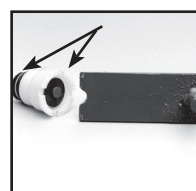

Figura 6
7. Una vez que retire el ensamble de la válvula, las placas de la válvula y los anillos tóricos se pueden volver a colocar. La placa de la válvula de la base se asegura con un perno de retención rojo. Empuje el perno con el alicate de punta delgada. Figura 6.